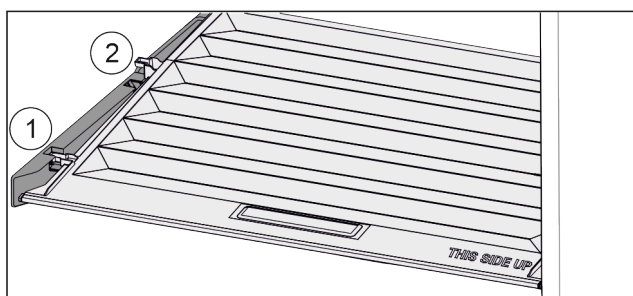

Fig. 33
- Vytáhněte víko dopředu až k otvoru v přídržných dílech Fig. 33 (1).
- Vzádu zesponu nadzvedněte a vyjměte směrem nahoru Fig. 33 (2).